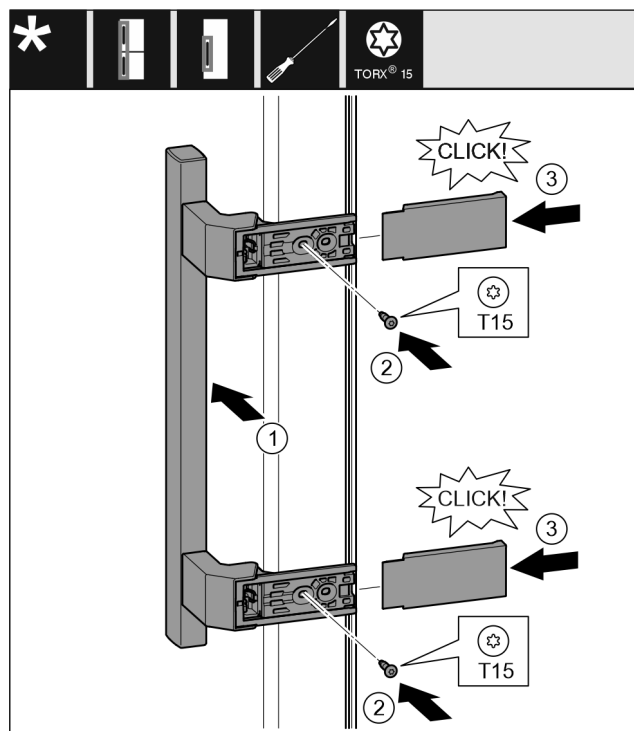

Fig. 40
- ▶ Tegye fel a fogantyút a másik oldalra. Fig. 40 (1)
- ▶ Húzza meg a csavarokat a T15 csavarhúzóval. Fig. 40 (2)
- ▶ Tegye fel az oldalsó fedeleket, és tolja fel őket. Fig. 40 (3)